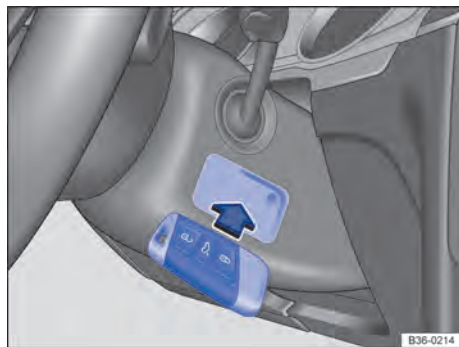

Fig. 132 À direita na coluna de direção: função de partida de emergência em veículos com sistema de travamento e de partida Keyless Access sem chave.
- Manter a chave do veículo diretamente após pressionar o botão de partida à direita da coluna de direção → Fig. 132.